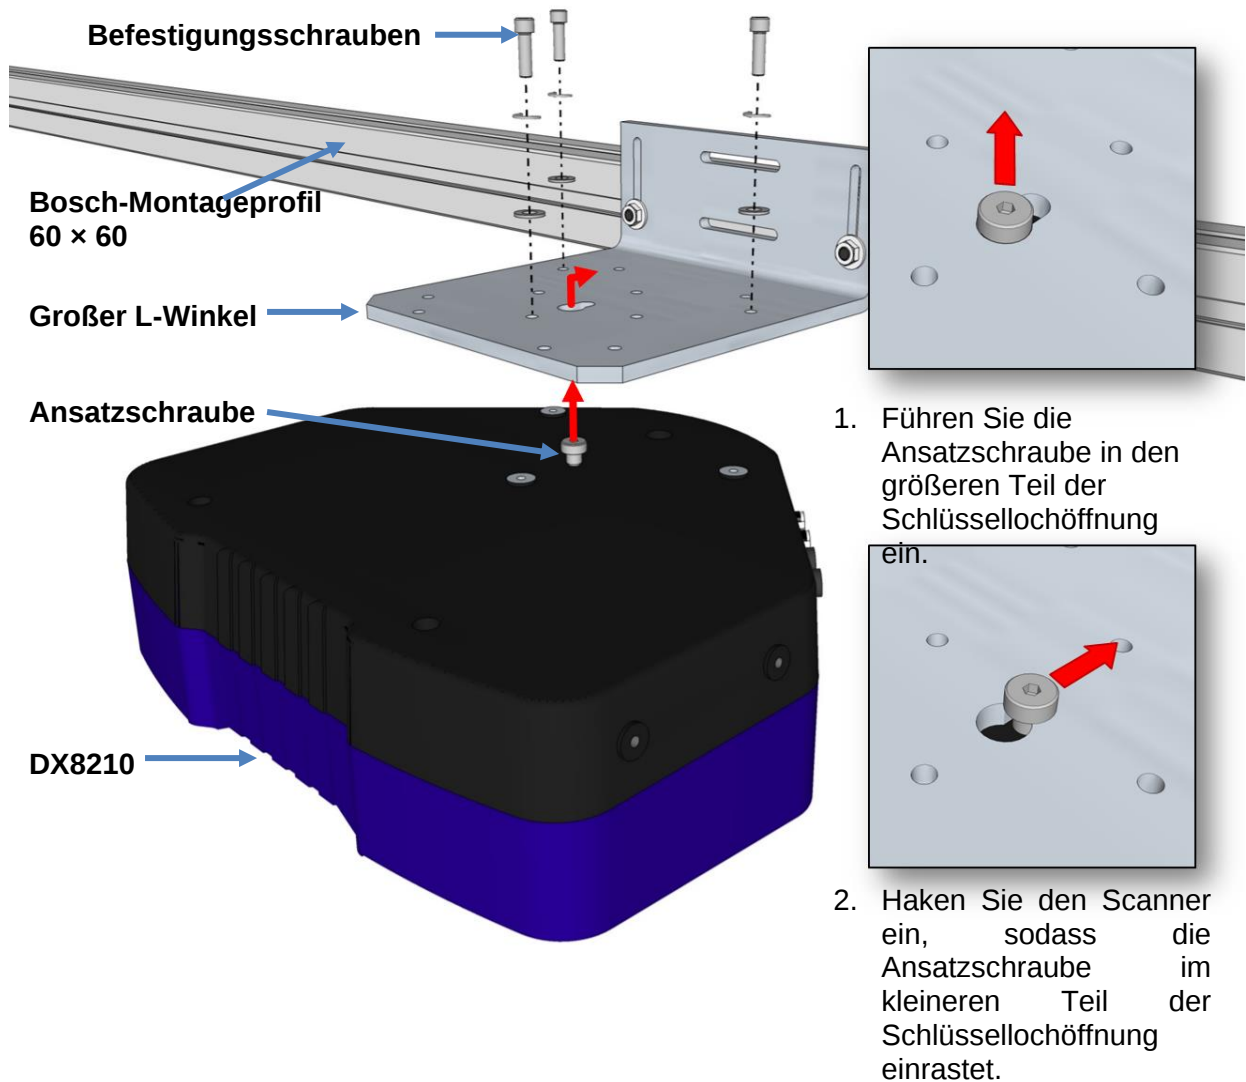

Abb. 14: Einhängen in der Schlüssellochöffnung des großen L-Winkels (Bosch-Montageprofil 60 x 60)
- Ansatzschraube (siehe Abb. 14: Einhängen in der Schlüssellochöffnung des großen L-Winkels)
Befestigen Sie den L-Winkel am besten so wie in der Abbildung dargestellt am Montagerahmen. Führen Sie dann die mitgelieferte Ansatzschraube in die zentrale Öffnung an der Rückseite des Scanners ein und haken Sie den Scanner so wie in Abb. 14 unten gezeigt in die Schlüssellochöffnung des L-Winkels ein. Befestigen Sie den Scanner dann mit den Befestigungsschrauben am Winkel.